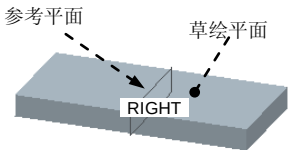

图 4.2.8 草绘平面
(1) 定义草绘平面及参考面。选择 Plane (平面) 命令，选取图 4.2.8 所示的模型表面为草绘平面；选择 Okay (确定) → Right (右) 命令，选取图 4.2.8 中的 RIGHT 基准平面为参考平面。